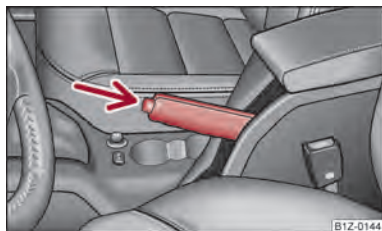

Fig. 101 Console centrale : Frein à main
- Tirez un peu le levier du frein à main vers le haut et enfoncez **simultanément** le bouton de verrouillage ⇒ fig. 101.